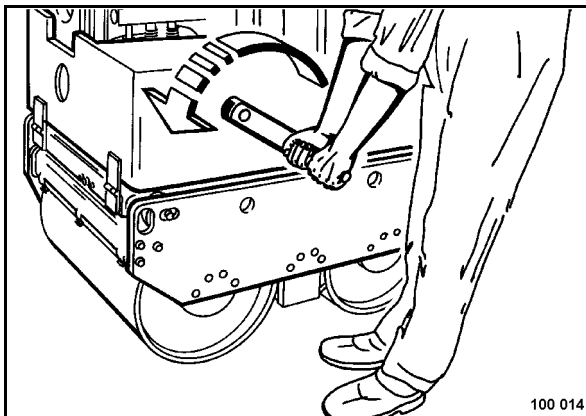

Fig. 30
- Introducir la manivela de arranque (Fig. 30).